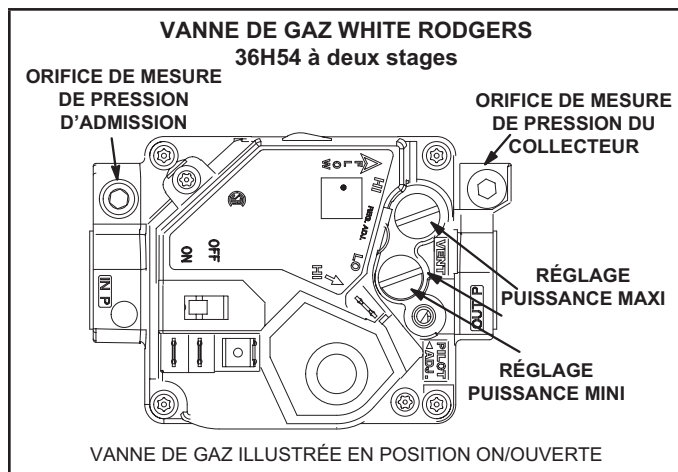
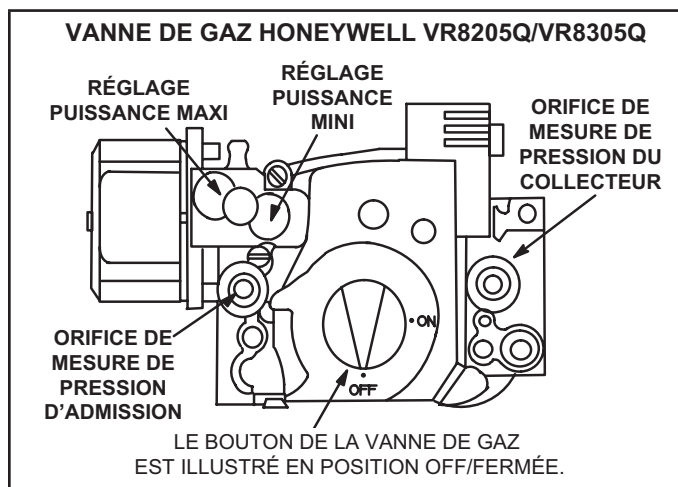

FIGURE 32
FIGURE 33
Fonctionnement de la vanne de gaz pour Honeywell VR8205Q/VR8305Q et White Rodgers 36H54 (FIGURE 32 et FIGURE 33).
- 5 - Mettre l'interrupteur de la vanne de gaz sur **OFF/FERMÉ**. Voir FIGURE 32. Sur les vannes de gaz Honeywell VR8305Q, tourner le bouton dans le sens des aiguilles d'une montre jusqu'en position **OFF/FERMÉE**. Ne pas forcer. Voir FIGURE 33.
- 6 - Attendre cinq (5) minutes pour s'assurer que tout le gaz a eu le temps de se dissiper. En cas d'odeur de gaz, **ARRÊTER!** Appeler immédiatement le fournisseur du gaz depuis un voisin et se conformer à ses instructions. S'il n'y a pas d'odeur de gaz, passer au point suivant.
- 7 - Mettre l'interrupteur de la vanne de gaz sur **ON/FERMÉ**. Voir FIGURE 32. Sur les vannes de gaz Honeywell VR8305Q, tourner le bouton dans le sens inverse des aiguilles d'une montre jusqu'en position **ON/OUVERTE**. Ne pas forcer. Voir FIGURE 33.